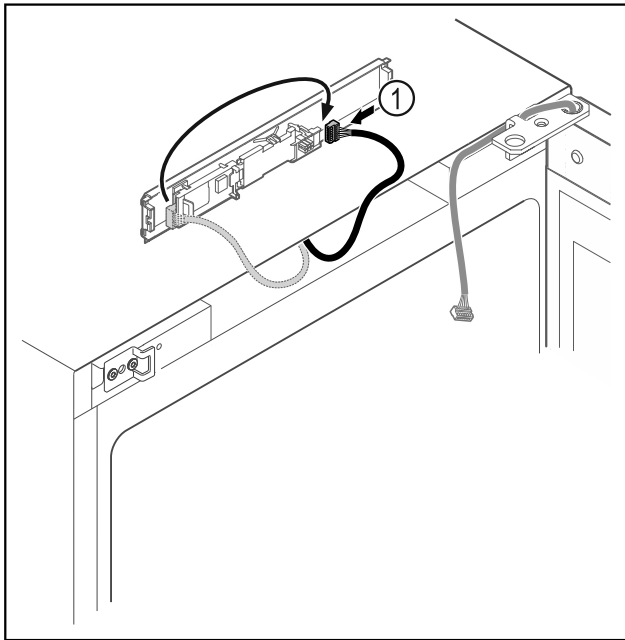

Fig. 17
- Brancher le connecteur Fig. 17 (1) de l'autre côté.